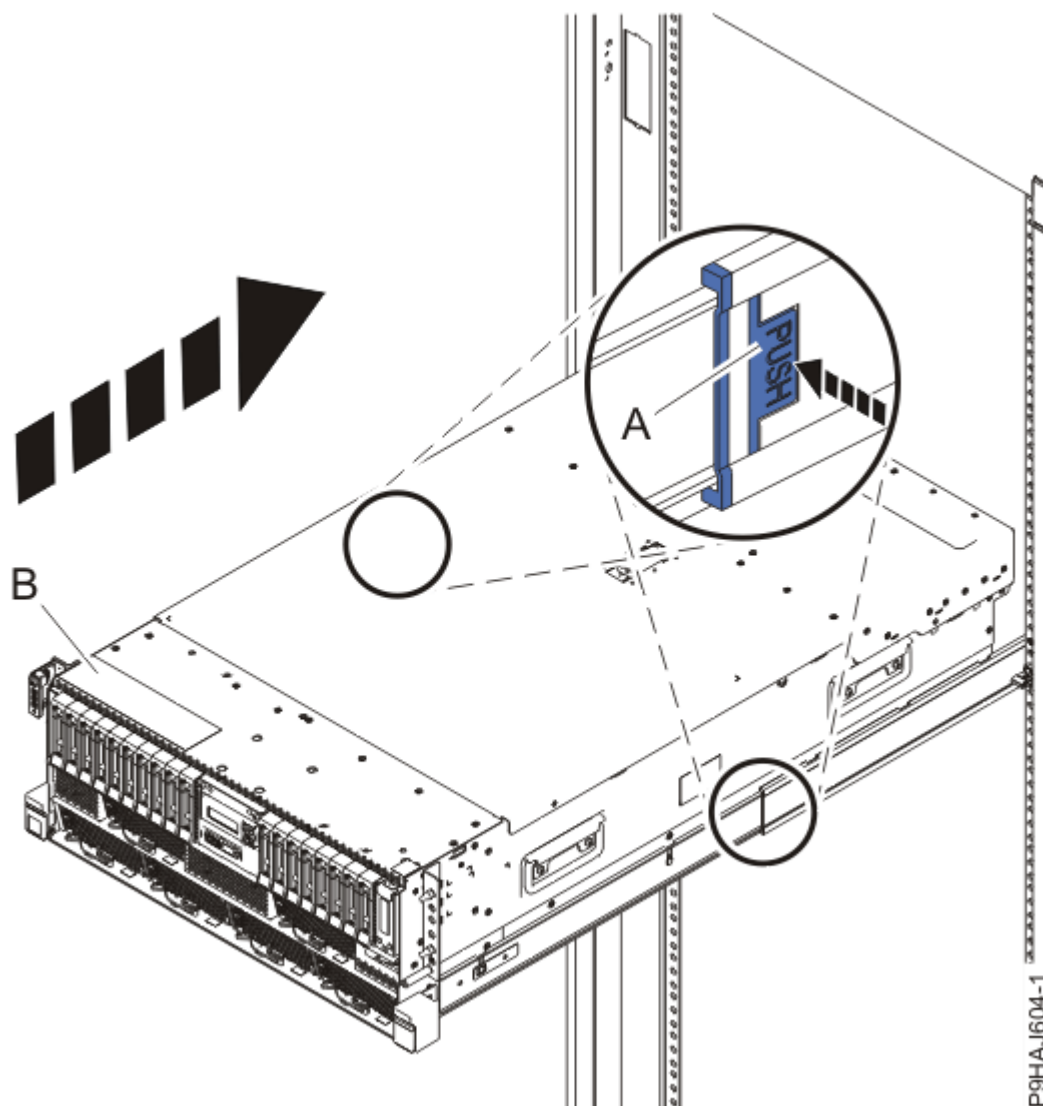

Figura 17. Colocación del sistema en la posición operativa
3. Para un sistema montado en bastidor, desbloquee los pestillos de seguridad de color azul de los rieles **(A)**, tal como se muestra en la Figura 17 en la página 20, presionándolos hacia adentro.